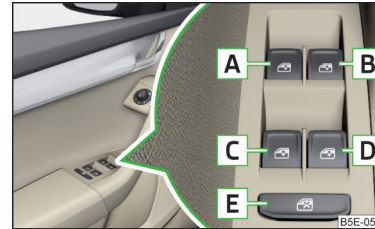

Abb. 61
Tasten der Fensterheber » Abb. 61
- Nach dem Öffnen der Fahrer- oder Beifahrertür ist die Bedienung der Fenster nur über die Taste **A** » Abb. 61 möglich, indem diese für 2 s gehalten bzw. gezogen wird.
- › **oder:** Die Zündung ausschalten, die Fahrertür öffnen und die Taste **A** bis zum Anschlag in der Öffnungsstellung halten » Abb. 61 auf Seite 72.
- › **oder:** Die Zündung ausschalten, die Fahrertür öffnen und die Taste **A** bis zum Anschlag in der Schließstellung halten » **Abb. 61 auf Seite 72.**